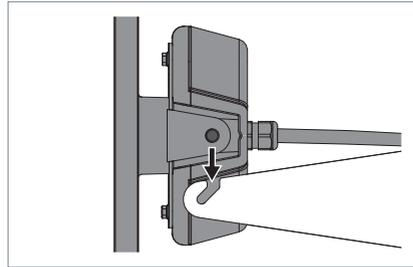

Fig. 11: Fäst armaturen i fästet.
- ▶ Fäst armaturen i fästet, se Fig. 11.